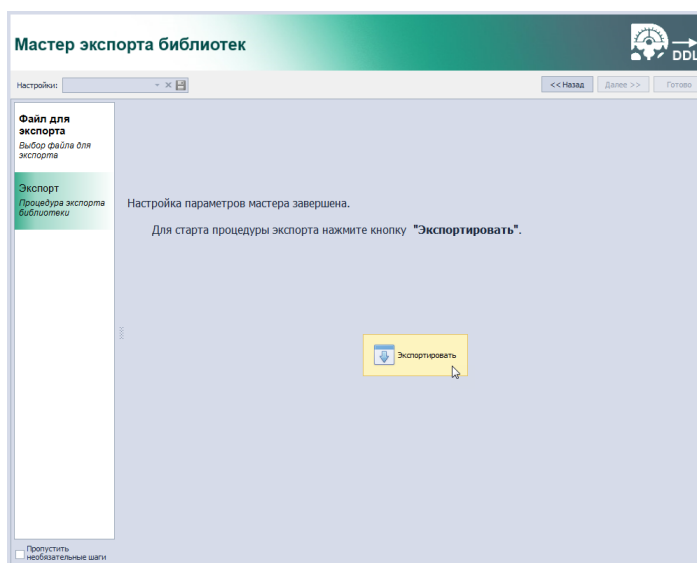

Рис. 36 Старт экспорта
5. Нажать на кнопку «Экспортировать» и дождаться окончания экспорта, см. Рис. 36.